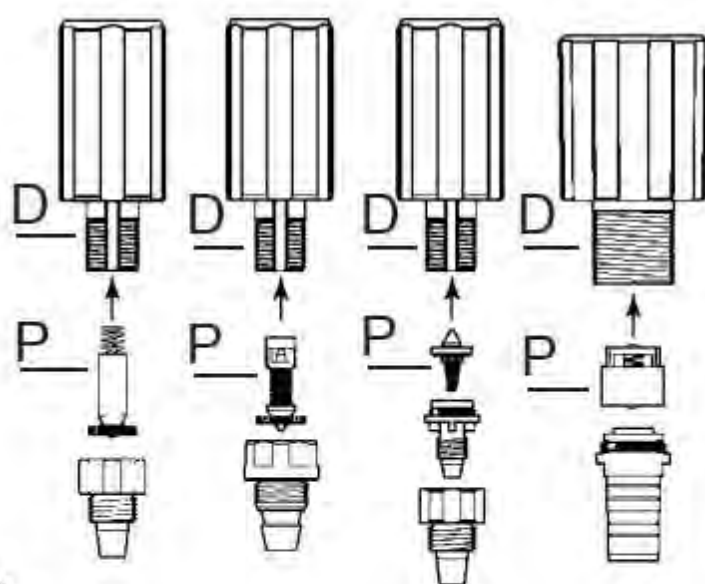

Fig. 18
- -さまざまな部品をきれいな水で十分にすすぎ、再び組み立てます (図 18)。
- -3種類のポンプに応じて、吸引バルブ (図 18-P) を注入ステム (図 18-D) に取り付け、最後まで押し込みます。